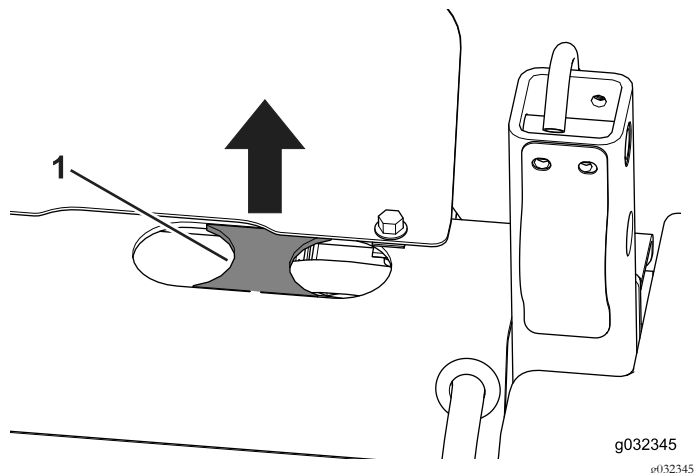

Figura 23
2. Retire o elemento amovível que se encontra entre os 2 orifícios, se estiver presente (Figura 23).